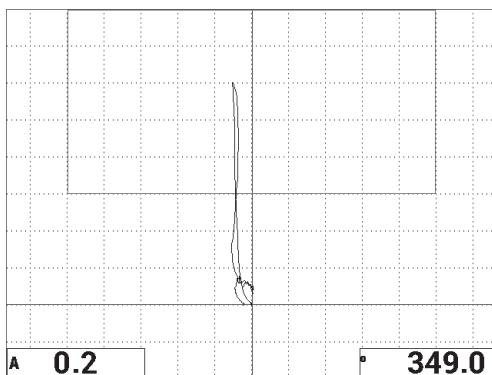

图 6-27 在脱粘缺陷上的第二次扫查
7. 再次扫查 13 毫米脱粘缺陷 (参见第 139 页的图 6-27)。